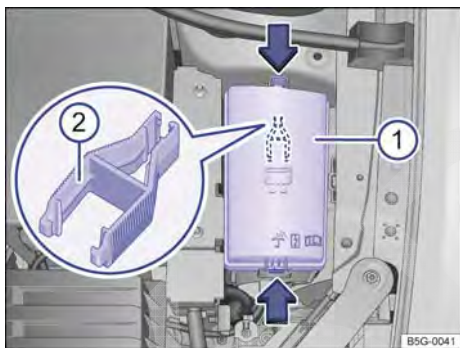

Fig. 281 No compartimento do motor: cobertura ① da caixa de fusíveis com alicate de plástico ②.
- Pressionar os botões de travamento no sentido da seta para destravar a cobertura da caixa de fusíveis → Fig. 281 ①.
No lado interno da cobertura da caixa de fusíveis no compartimento do motor pode haver uma pinça de plástico → Fig. 281 ② para a retirada dos fusíveis.